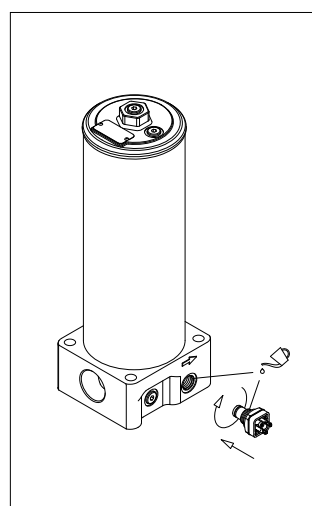

fig. 23
- (Fig. 23) Lubrificare con il fluido di lavoro il filetto e l'O-ring del corpo indicatore, quindi avvitare il corpo indicatore facendo riferimento alla tabella delle coppie di serraggio al paragrafo 3